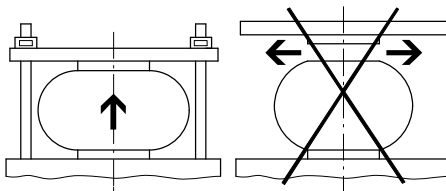

Fig. 2
- Accertarsi che il cilindro a soffietto non superi l'altezza massima h_{max} . Esempio Fig. 2.